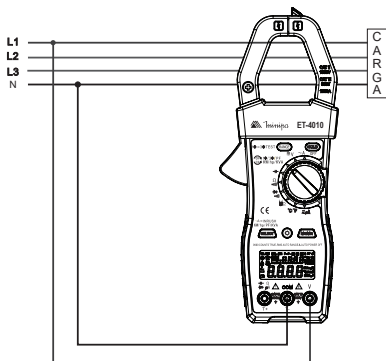

Figura 4
3. Centralize a garra ao condutor L3 conforme a figura 4.